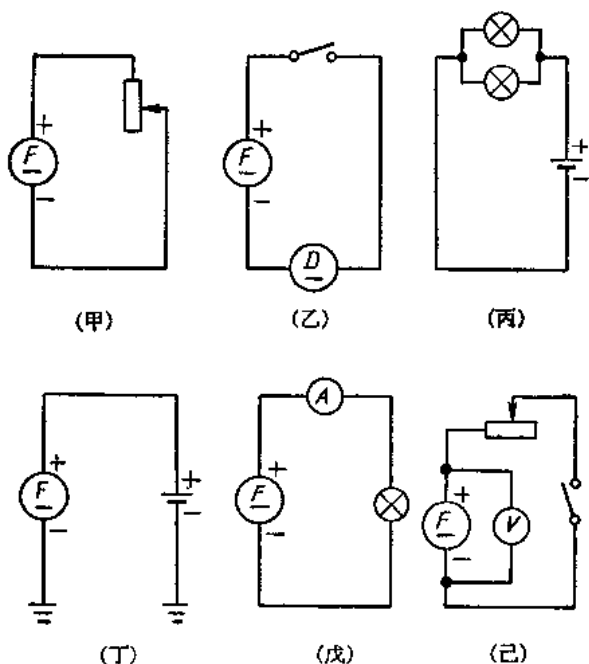

图 4
知道完全电路后即可研究电工线路图。图4中举了六个线路图的例子。在图中说明了:
(1) 电流方向——如图4(甲), 电流从发电机 F 的(+)极流出经过变阻器流回到发电机 F 的(-)极; 图4(乙)中电流从发电机的(+)极经过开关再到电动机以后回到发电机的
(一)极;图4(丙)中电流从电池的(+)极流出来以后,分成两路经过电灯,然后又汇集在一起回到电池的(-)极;在图4(丁)中电流的方向要决定于发电机和电池的电压哪一个大,如果发电机 F 的电压大于电池的电压,那么电流就从发电机 F 的正极流出,流入电池的(+)极而从电池的(-)极流出(此时电池不是电源而变成了负载),再经过大地(因为大地也是导体)而流入发电机的(-)极;图4(戊)中电流从发电机的(+)极流经安培表 A 及电灯以后回到发电机的(-)极;在图4(己)中发电机 F 从(+)极输出电流,分成两路,一路通过绝大部分的电流,这部分电流经过变阻器和开关后回到发电机的(-)极,另一路只通过极小部分的电流,经过伏特表 V 而回到发电机的(-)极。
(2) 电源型式——在图4(甲)、(乙)、(戊)和(己)中的电源都是直流发电机,在图4(丙)中是电池;在图4(丁)中却要看法发电机和电池哪一个电压大,如果发电机的电压大,那么电源是发电机,反过来电池就是电源。
(3) 电路上负载的种类——如图4(甲)和(己)中负载都是变阻器;在图4(乙)中负载是直流电动机;在图4(丙)和(戊)中负载都是电灯;在图4(丁)中如果发电机的电压大于电池,那么电池和大地的电阻都是负载,如果电池的电压大于发电机,那么发电机和大地电阻就成为负载。
(4) 电路的接法——在图4(甲)中发电机和变阻器是接成串联的一个电路;在图4(乙)中发电机和电动机是接成串联的一个电路;在图4(丙)中两只电灯并联成一个局部电路,然后又和电池串联成一个电路;在图4(丁)中发电机和电池通过大地串联成一个电路;在图4(戊)中发电机、安培表和电灯三者串联成一个电路;在图4(己)中有两个电路并联,一个
(5) 电路的控制器——在图 4 (甲) 中电流的大小可由变阻器来控制;在图 4 (乙) 中电路由一开关来控制;在图 4 (丙)、(丁) 和 (戊) 中都没有控制器;在图 4 (己) 中有开关又有变阻器。